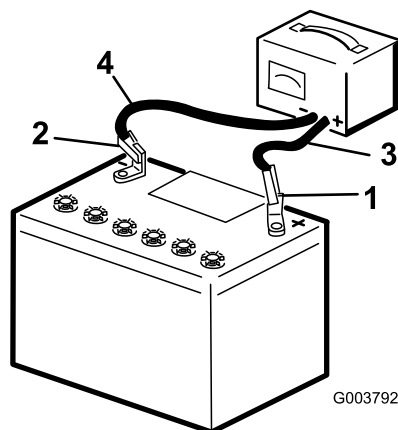

Figure 49
2. Chargez la batterie pendant 10 à 15 minutes entre 25 et 30 A, ou pendant 30 minutes à entre 4 et 6 A (Figure 49). Ne chargez pas la batterie excessivement.
3. Quand la batterie est chargée au maximum, débranchez le chargeur de la prise, puis débranchez les fils du chargeur des bornes de la batterie (Figure 49).